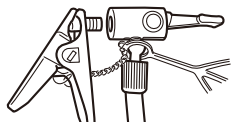

図4
- 1 口金の口金レバーが図4のようにおきていることを確認し、英式バルブ用トンボ口金を差し込みます